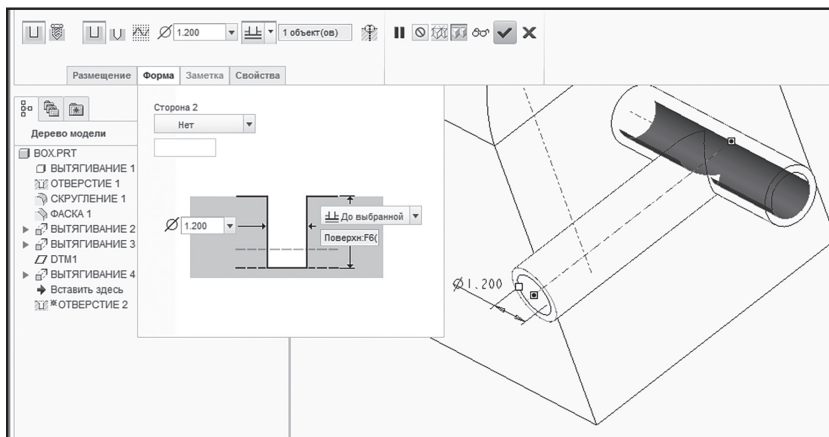

Рис. 4.78. Выбор граничной поверхности
- выберите  **Сверлить отверстие до выбранной точки, кривой, поверхности или плоскости.** Далее укажите на внутреннюю поверхность первого цилиндрического выступа в соответствии с рис. 4.78.